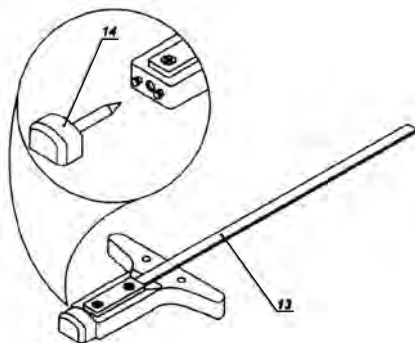

fig.1 – dibujo demostrativo del corte circular
La barra guía para cortes paralelos/circulares (13) y perno central (14), permiten hacer cortes circulares con el radio deseado, fig. 1.
- Si el corte no fuera iniciado a partir de la extremidad del material, haga un orificio inicial a partir del punto donde el corte será iniciado. Fig. 1.
- El perno central (14) deberá ser colocado en la barra guía (13).
- Mueva la barra guía de modo guía (13), de manera que determine el radio del corte y la posición de la barra guía (13) utilizando el tornillo de fijación (12).
- Coloque el perno central de la guía paralela (14) en el orificio central y comience el corte moviendo el aparato a través del círculo. Para obtener mejores resultados, recomendamos la utilización de las hojas de sierra estrechas para esta función.